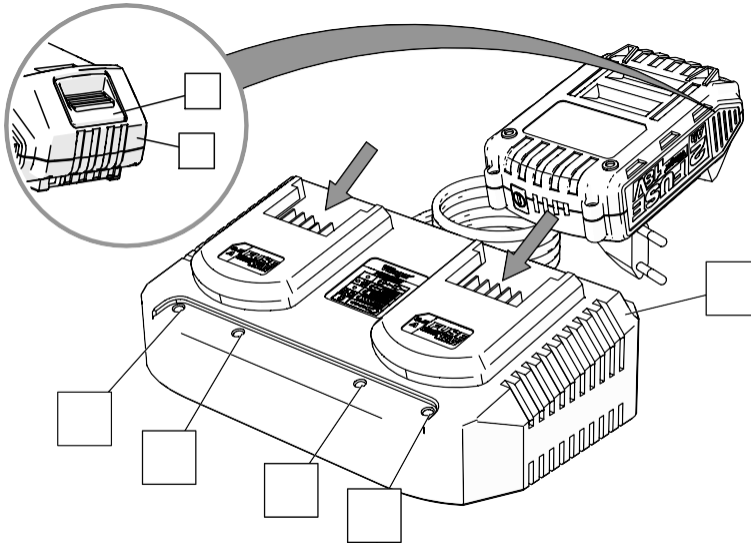

Figura 1
ÎNCĂRCAREA SETULUI DE BATERII Figura 1
- Apăsăți butonul de eliberare a bateriei (B) - și trageți ușor set de baterie (Figura 1).
- Conectați încărcătorul bateriei (4) - la o priză de alimentare de 230V / AC (curent alternativ AC).
- LED-ul roșu - (1) se va aprinde pentru a indica că încărcătorul are energie electrică.
- După câteva secunde de întârziere, se aprinde și unul din LED-urile verzi (2) (de pe partea bateriei) - pentru a indica faptul că încărcarea a început și va continua în timpul încărcării.